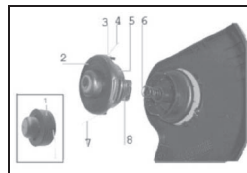

Рис.3
7.3. Снимите крышку (2) катушки, для чего нужно освободить ее из фиксаторов 4 и 7 (рис.3), нажав пальцами на соответствующие места (ограничены направляющими (3)) на корпусе катушки. Извлеките шпильку (5) и пружину (6) из катушки.